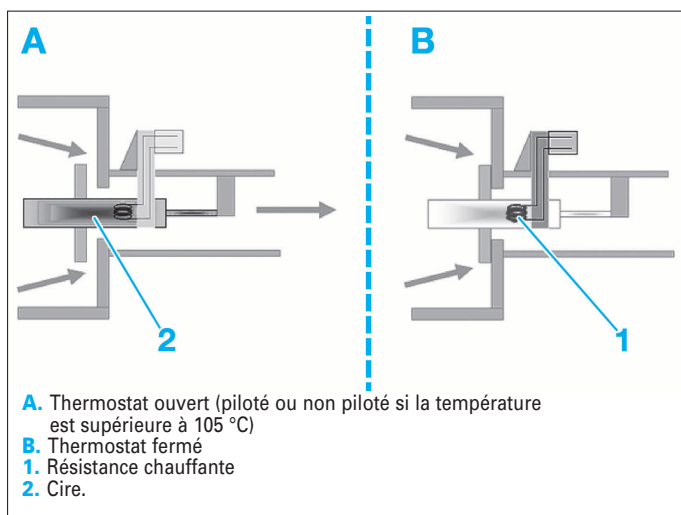

FIG. 27
Le thermostat piloté permet une montée en température du moteur plus rapide pour mieux contrôler la dépollution des gaz d'échappement, diminuer les frottements et obtenir un gain de consommation du carburant. La cire contenue dans le thermostat piloté se dilate à la température de 105 °C. En fonctionnement normal, le thermostat n'est pas piloté. Il régule la température du liquide de refroidissement à 105 °C. En pleines charges le calculateur d'injection commande la régulation du thermostat à 89 °C. Le calculateur d'injection commande la résistance chauffante (1) du thermostat piloté afin d'ajouter les 16 °C qui manquent au 89 °C du liquide de refroidissement pour dilater la cire (2) et ouvrir le thermostat (Fig.27).